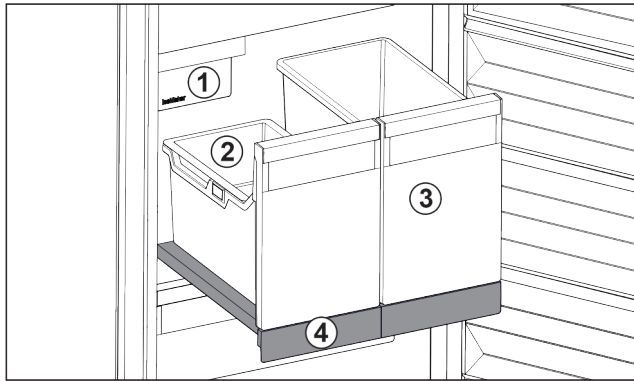

Fig. 24 Витяжна панель IceTower
- (1) IceMaker
- (2) Підвісний лоток для кубиків льоду
- (3) Резервуар наприклад для піци, алкогольних напоїв
- (4) Витяжна панель
На витяжній панелі є два високих резервуари(IceTower). В резервуарі Fig. 24 (2) кубики льоду з IceMaker збираються та зберігаються. Резервуар Fig. 24 (3) придатний для зберігання високих харчових продуктів, таких як піца та алкогольні напої.